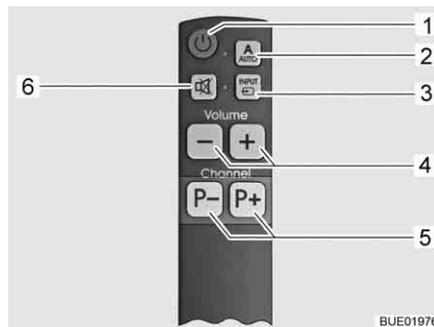

Bild 27 Vereinfachte Fernbedienung (optional)
- Taste AUTO (Bild 26,2 oder Bild 27,2) 1 Sekunde lang drücken. Fernsehgerät und Steuereinheit sind damit eingeschaltet.
- Programmwahltasten (Bild 26,4 oder Bild 27,5) drücken, bis das gewünschte TV-Programm gewählt ist.
- Taste INPUT (Bild 26,3 oder Bild 27,3) so oft drücken, bis die gewünschte Signalquelle ausgewählt ist.
- Um zur Satellitenkanal-Anzeige zurückzukehren, Taste INPUT (Bild 26,3 oder Bild 27,3) so oft drücken, bis die Signalquelle DVB-S2 ausgewählt ist.
- Taste AUTO (Bild 26,2 oder Bild 27,2) drücken.
- Taste Fernsehgerät Ein/Aus (Bild 26,1 oder Bild 27,1) drücken. Die Steuereinheit wird nicht eingeschaltet, die Antenne bleibt in Parkposition.
- Taste INPUT (Bild 26,3 oder Bild 27,3) so oft drücken, bis die gewünschte Signalquelle (z. B. DVD) ausgewählt ist.
- Zum Ausschalten des Fernsehgeräts Taste Fernsehgerät Ein/Aus (Bild 26,1 oder Bild 27,1) drücken.